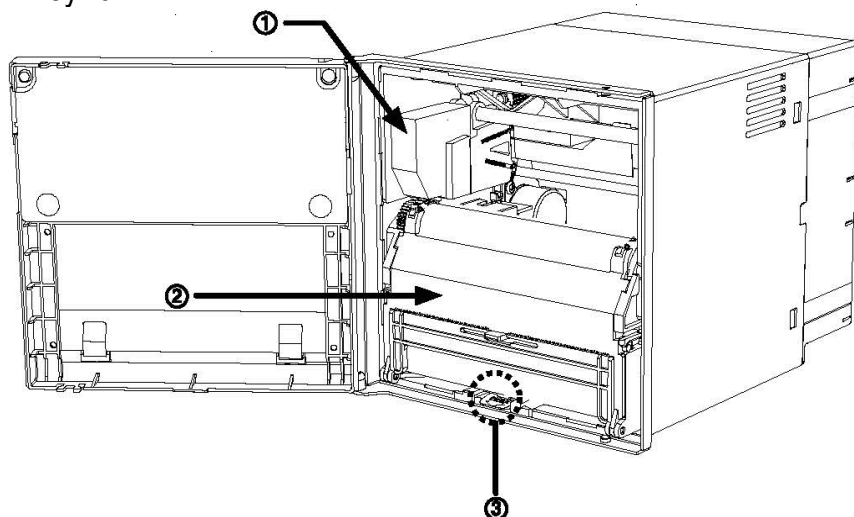

Рисунок 5 – Вид прибора с открытой крышкой
1.5.4 На виде прибора с открытой крышкой (рисунок 5) показаны:
- картридж (1), предназначенный для регистрации данных на бумажной ленте, (модель - D33006B-66X-01);
- кассета (2) для загрузки бумаги;
- рычаг (3) для удаления кассеты с бумагой. Если нажать рычаг вниз кассета будет удалена из прибора. Кассету необходимо удалять из прибора для замены картриджа или бумаги